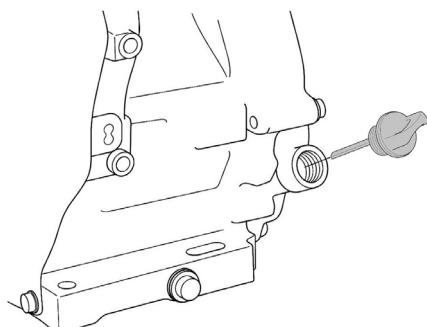

Рис. 7 Проверка уровня масла в картере
Максимальный уровень масла в картере соответствует нижней кромке залывного отверстия (Рис. 7).
4. Аккуратно извлеките щуп и осмотрите его. Уровень масла должен соответствовать верхней отметке на щупе. При недостаточном уровне масла в картере необходимо долить чистое масло до верхней отметки на щупе, что соответствует нижней кромке залывного отверстия (Рис. 7).